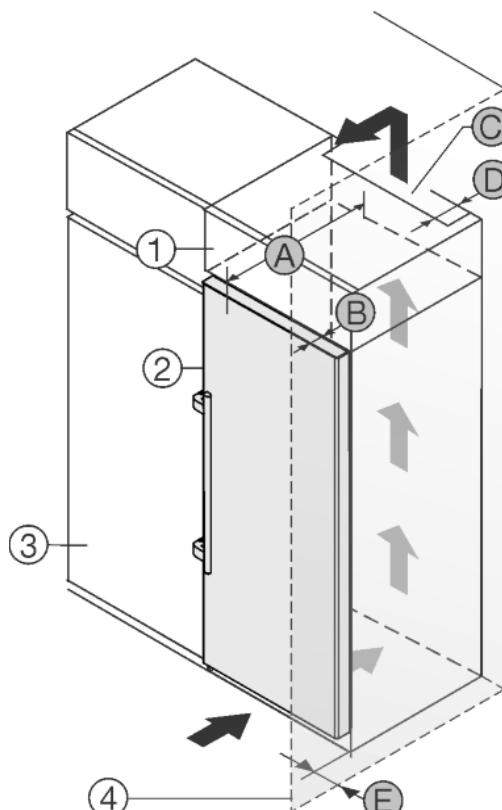

Fig. 8
Устройство может быть окружено кухонными шкафами. Чтобы уравнять устройство Fig. 8 (2) по высоте с кухонной стенкой, можно установить над устройством дополнительный шкафчик Fig. 8 (1).
Установить устройство можно непосредственно рядом с кухонным шкафом Fig. 8 (3). Чтобы можно было полностью открыть двери, устройство должно выступать на глубину Fig. 8 (B) относительно передней стенки кухонного шкафа. В зависимости от глубины кухонных шкафов и использования пристенных распорок устройство может выступать и больше.
- На задней стенке дополнительного шкафчика должен быть вентиляционный канал с глубиной Fig. 8 (D) по всей ширине этого шкафа.
- Нужно соблюдать вентиляционное отверстие Fig. 8 (C) под нижней панелью.
Если устройство установлено на шарнирах у стены Fig. 8 (4), то нужно соблюдать расстояние Fig. 8 (E) между устройством и стеной. Настолько выступает ручка при открытой дверце.